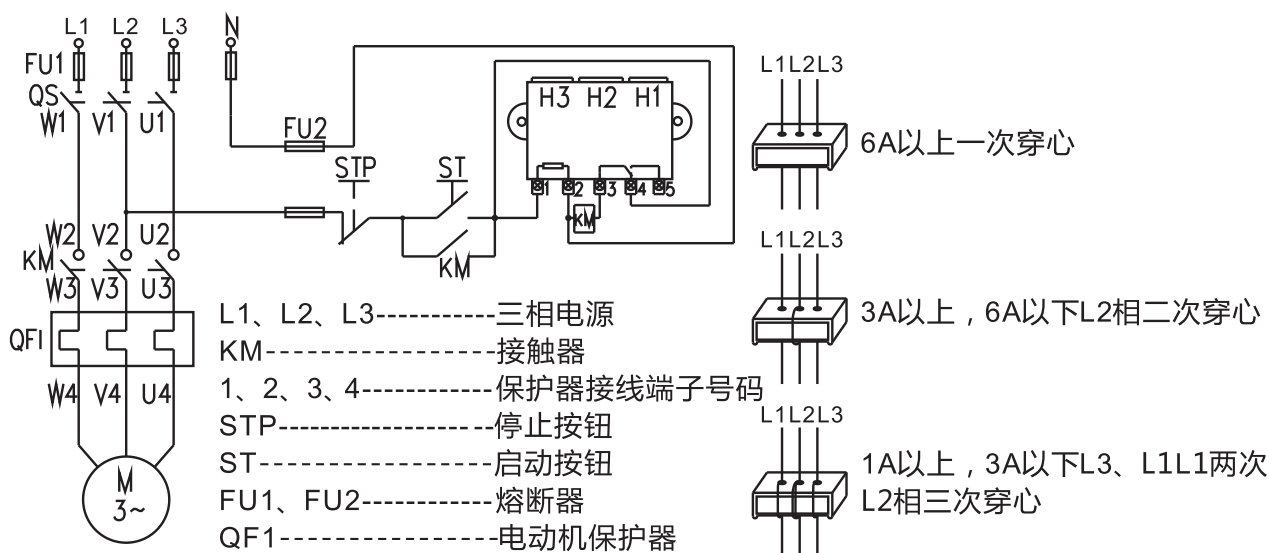

图4 控制电源电压AC220V 接线图
9 保护器系列产品接线图（见图4～图8）
9.1 BHQ-S-C 0.5A～100A控制电源电压AC220V接线图见图4